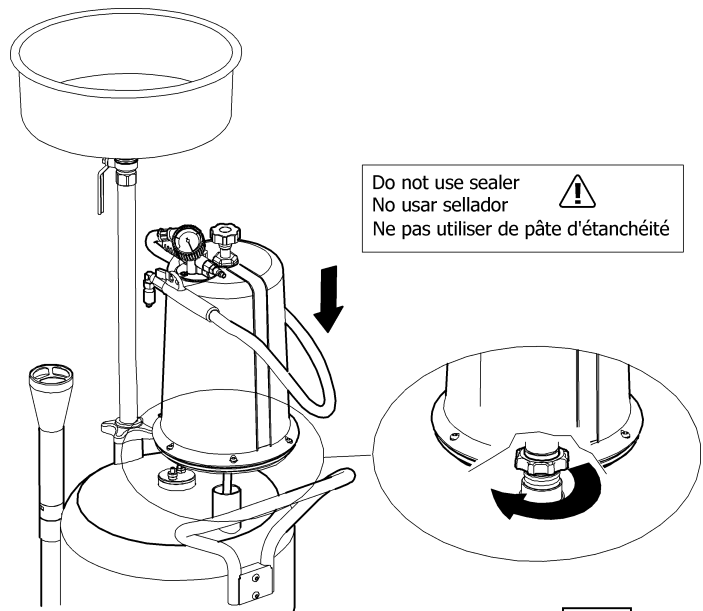

Fig. 4
**(E)** Mount the inspection chamber if supplied, tightening it securely to the flange. Align the chamber as shown in figure 4.
**(FR)** Monter le bol de pré-vidange à l'aide de la bride. Tourner le viseur comme il est indiqué sur la fig.4